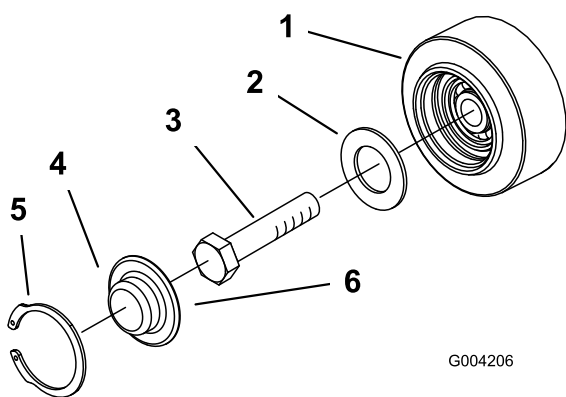

Figura 49
3. Rimuovere l'anello elastico e il tappo da una ruota non motrice (Figura 49).
4. Controllare il grasso sotto il tappo e attorno alla guarnizione (Figura 49). Se risulta sporco, sabbioso o consumato, eliminatelo completamente, sostituite la guarnizione e applicate el grasso nuovo.
6. Collocare il tappo ingrassato della ruota non motrice sulla testa del bullone (Figura 49).
7. Fissare il tappo della ruota con l'anello elastico (Figura 49).